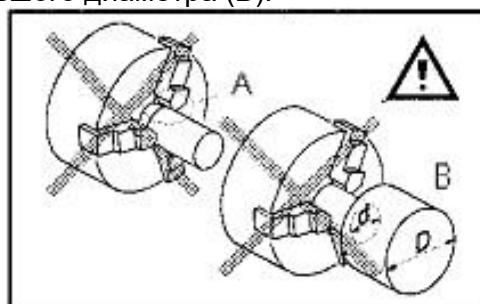

Рис.5
Старайтесь не обрабатывать заготовки с короткой зажимной длиной (A, Рис.5) или небольшого диаметра (B).